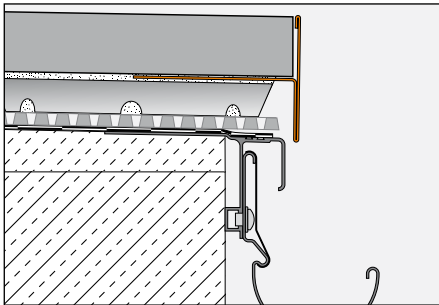

Figura 3
- 3.3 Si empleamos los anillos sobreelevados Schlüter-TROBA-STELZ-MR (figura 3) el perfil Schlüter-BARA-RT se inserta en los puntos de apoyo de mortero. El perfil vierteaguas cubre el borde libre del pavimento flotante. A continuación se colocan los pavimentos autoportantes sobre los anillos sobreelevados.